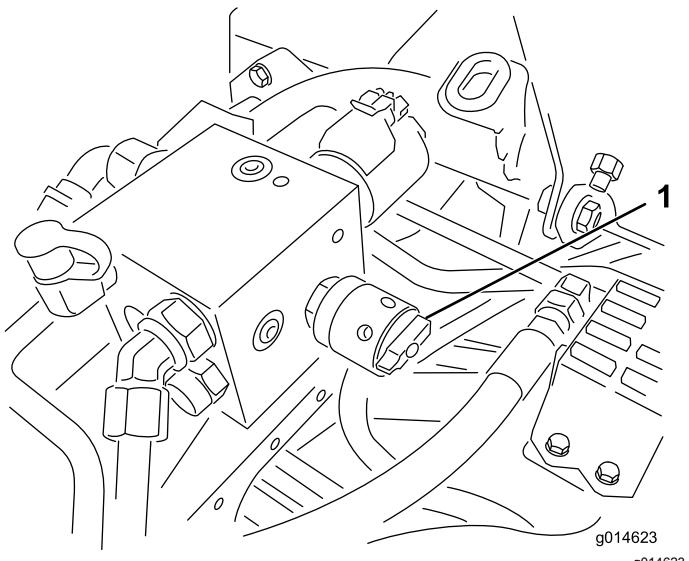

図 48
4. リールの速度を設定するには、ノブ図 48を回して、ノブの矢印を、所定の番号に合わせる。